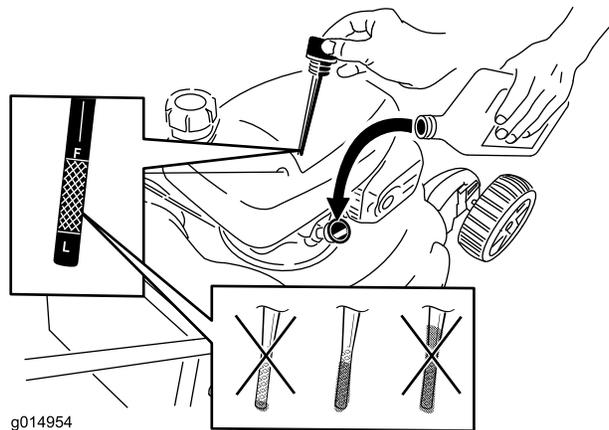

Figura 26
8. Versate **lentamente** l'olio nel tubo di riempimento finché non raggiunge il segno di **pieno** sull'asta (Figura 26). **Non riempite troppo.** (Riempimento massimo: 0,55 l, **tipo: Olio per autovetture SAE 30** con service classification API SL, SM o superiore. Nel caso in cui il SAE 30 non fosse disponibile, è possibile utilizzare il SAE 10W30.)